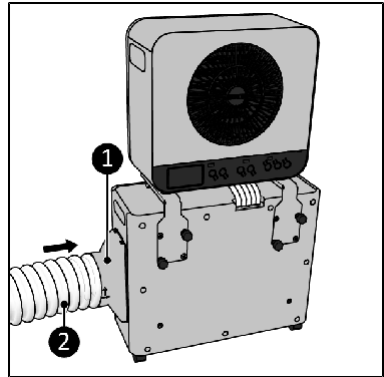

Figura 12
8. Fije el adaptador (figura 12, número 1) en el lateral de la unidad exterior (figura 12).
9. Expanda ligeramente un extremo del tubo de evacuación de aire caliente (figura 12, número 2) y, a continuación, enrósquelo al adaptador girándolo en sentido contrario a las agujas del reloj.
3. Fije el adaptador (figura 12, número 1) y el tubo de evacuación de aire caliente (figura 12, número 2) en el lateral de la unidad exterior.